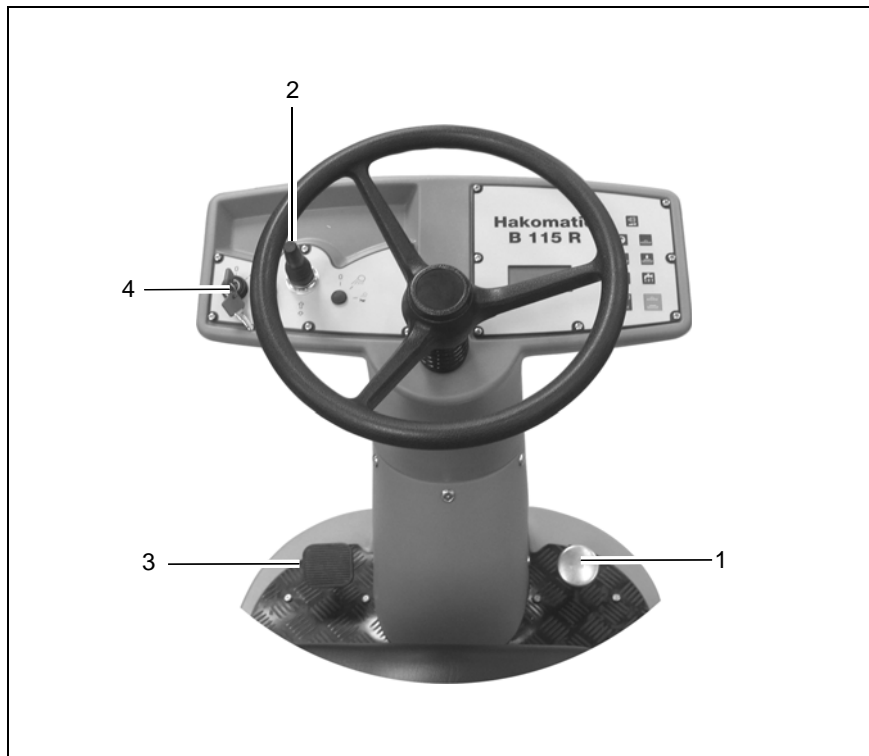

fig. 15
1. Apporter lentement l'accélérateur (fig. 15/1) en position neutre. La machine décélère jusqu'à s'arrêter. Un effet de freinage plus important est atteint si la machine est arrêtée avec le frein (fig. 15/3) .
2. Apporter le levier de sens de marche (fig. 15/2) en position neutre.
3. Serrer le frein (fig. 15/3) jusqu'en fin de course et le bloquer en retirant la pédale.
5. Débrancher la machine au moyen de l'interrupteur à clé (fig. 15/4).